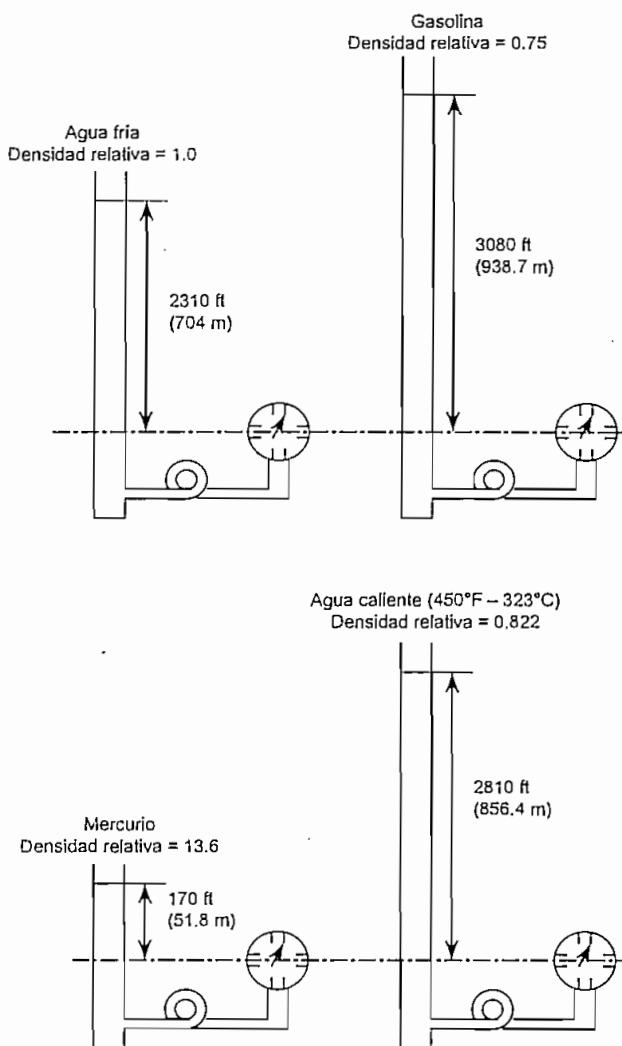

Figura 21. Ejemplo de presiones de líquidos
2.31. Para líquidos diferentes del agua fría, la columna de líquido equivalente a una presión de 1 psi se puede calcular al dividir 2.31 entre la densidad relativa del líquido.(ver Figura 21)